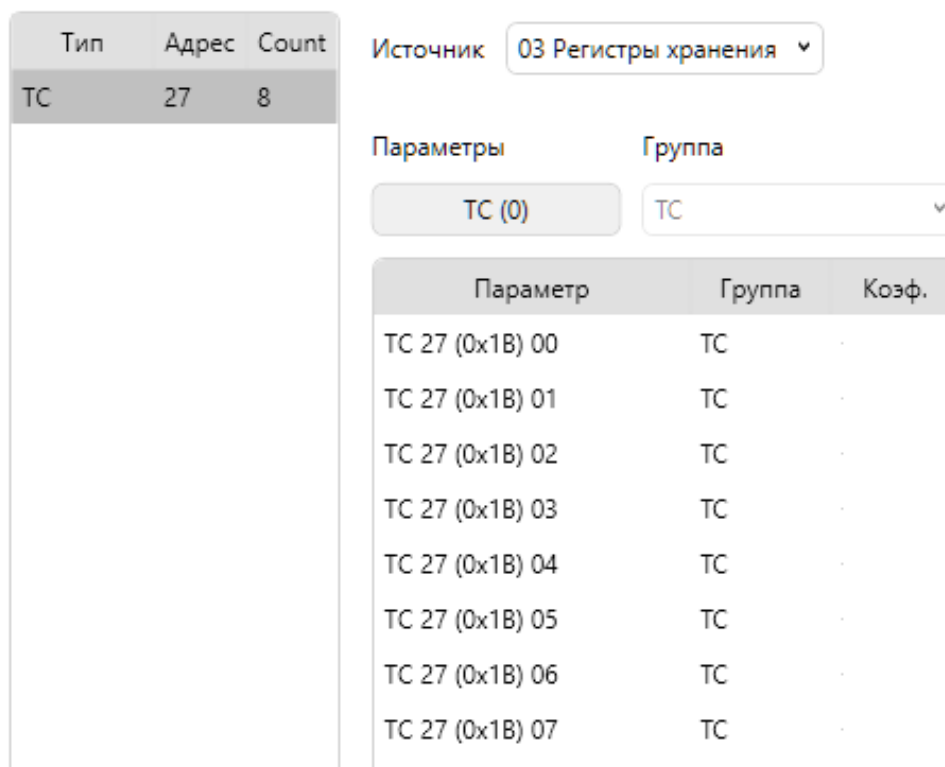

Рисунок 5.37. Запрос ТС функциями 03, 04 Modbus
- «Источник» – функция чтения Modbus. Доступны 01, 02, 03, 04 функции протокола. При использовании функций 03 и 04 указывается стартовый адрес регистра и кол-во бит, которые необходимо преобразовать в ТС. В таблице параметров будет отображаться каждый бит требуемого регистра (см. рис. 5.37).